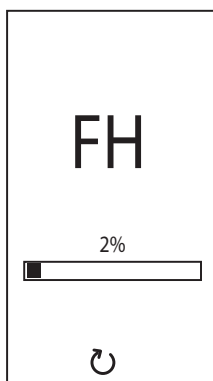

рис. 8- Выпуск воздуха с включенным вентилем
- В течение последующих 20 секунд на дисплее высвечивается символ **"FH"**, обозначающий цикл стравливания воздуха из системы отопления при работающем вентиле (рис. 8).